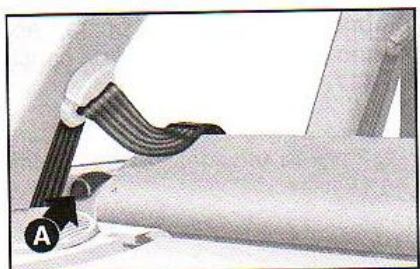

fig. 112
5) Desencaixar o encosto operando nas alavancas laterais **A**-fig. 112 no sentido da seta.